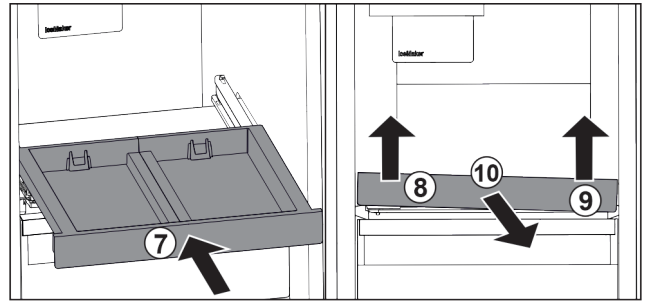

Fig. 31
- ▶ Uitschuifplateau erin schuiven. Fig. 31 (7)
- ▶ Uitschuifplateau linksvoor optillen. Fig. 31 (8)
- ▶ Uitschuifplateau rechtsvoor optillen. Fig. 31 (9)
- ▶ Uitschuifplateau er naar voren uitnemen. Fig. 31 (10)